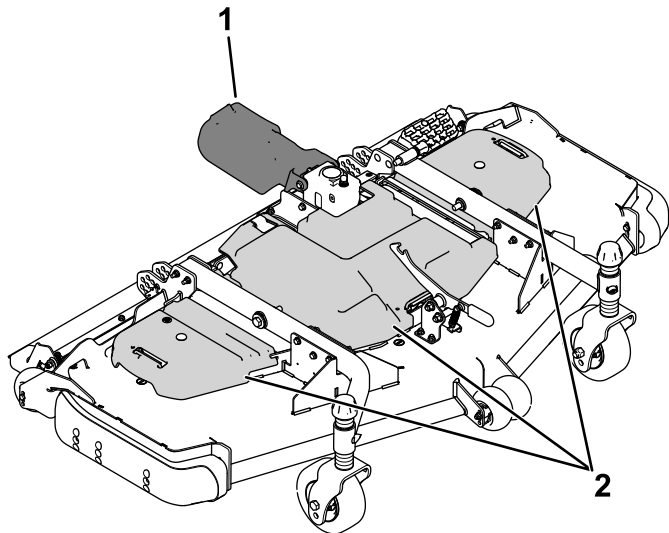

Figura 1
1. Retire as coberturas da correia e cobertura da transmissão (Figura 1).